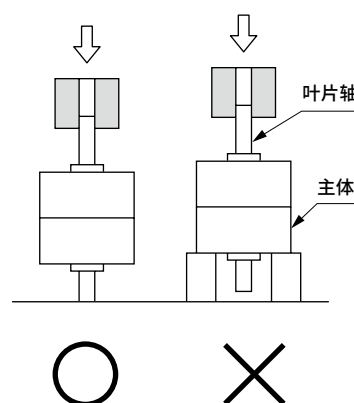

图3
- 在SELEX摆动气缸的叶片轴上安装负荷或夹具等时，请按照图3所示的不由主体承受负荷的方法进行安装。